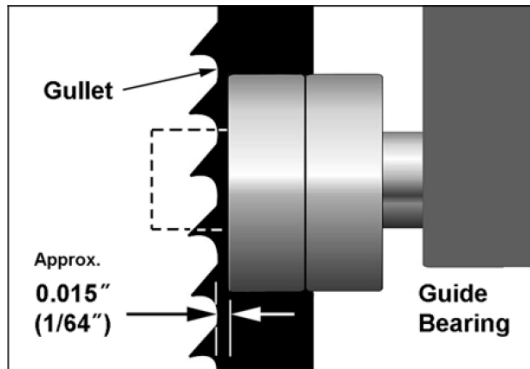

Рисунок 7-17
5. Сдвиньте весь блок до тех пор, пока передняя часть направляющих подшипников не окажется примерно на 0,38 мм (1/64 дюйма) сзади пильного полотна (изогнутая область у основания зуба). см. рис. 7-17.